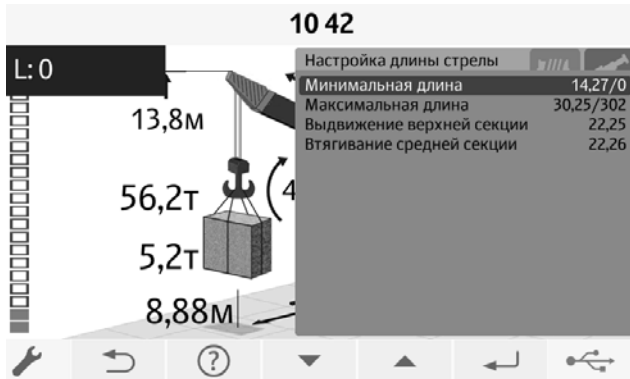

Рисунок 11. Меню настройки длины стрелы
- перейдите в меню настройки длины стрелы (рисунок 11);